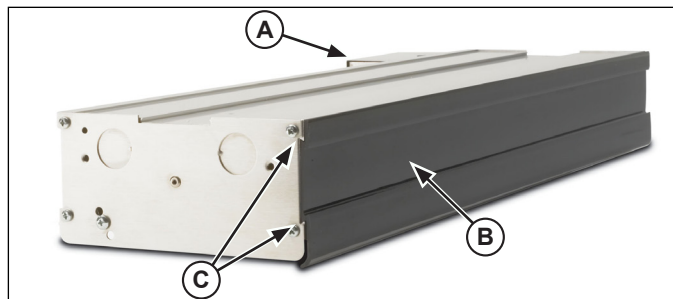

Figure 1. Installation des panneaux Kool-Touch®.
1. En commençant sur le côté sans boîtier de commande (A), glissez le panneau Kool-Touch® (B) en position à partir d'une extrémité de l'appareil. Glissez le panneau Kool-Touch® dans la gorge (C) sur le côté de l'appareil jusqu'à ce qu'il soit en place. (Les appareils mis bout à bout exigeront deux pièces coupées à la bonne longueur.) (Figure 1).